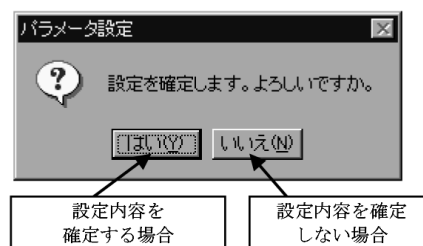

図 8.5.2 メッセージボックス
5. 図8.5.2のようなメッセージボックスが表示されますので、変更した内容を確定する場合は「はい(Y)」を確定しない場合は「いいえ(N)」をクリックしてください。